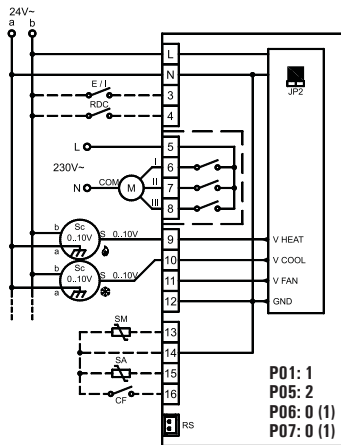

**Fig. 8:** Schema di collegamento per pilotaggio di due attuatori on/off a 230V ~ per impianto a 4 tubi e pilotaggio proporzionale del ventilatore.
**7** ESEGUIRE I COLLEGAMENTI ELETTRICI SEGUENDO LO SCHEMA DI COLLEGAMENTO PIU' APPROPRIATO (FIG. 8, 9, 10, 11) E LE POSSIBILI VARIANTI (FIG. 12, 13); LEGGERE ATTENTAMENTE IL PARAGRAFO "COLLEGAMENTI ELETTRICI".
*PERFORM THE ELECTRICAL CONNECTIONS FOLLOWING THE MOST APPROPRIATE CONNECTION DIAGRAM (FIG. 8, 9, 10, 11) AND THE POSSIBLE VARIANTS (FIG. 12, 13). CAREFULLY READ THE "ELECTRICAL CONNECTIONS" PARAGRAPH.*